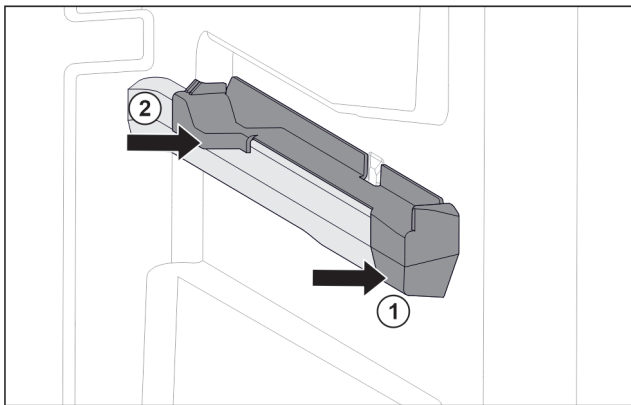

Fig. 47 Násuvný diel na pravom rebre nádoby
- ▶ Nasadíte násuvný diel vpredu na rebro nádoby. Fig. 47 (1)
- ▶ Pritlačíte násuvný diel vzadu. Fig. 47 (2)